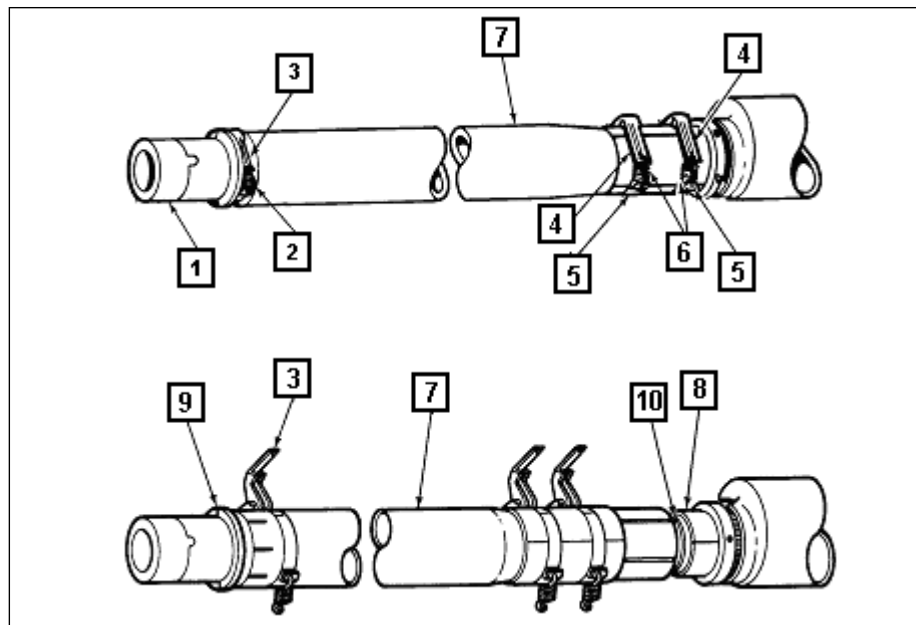

Fig 4-38. Camisa térmica modelo moderno
b. Modelo moderno(Fig 4-38 a 4-39)
- (1) Remoção da camisa térmica.
- (b) Retirar a coifa do tubo (1).
- (c) Retirar a mola(2) da presilha, usando alicate.
- (d) Retirar a presilha (3), empurrando as alavancas para fora do tubo.
- (e) Remover as 2(duas) molas das alavancas(4) das 2(duas) presilhas(5).
- (g) Desapertar as 2(duas) porcas(6) das presilhas até que possam deslizar sobre a camisa (7).
- (i) Deslizar a camisa(7) para fora do tubo, até que o movimento permita remover as 2 (duas) metades dos anéis(9).
- (2) Retirada do eliminador de alma. (Fig 4-38 e 4-39)
- (a) Retirar o parafuso(11) e arruela(12) da chaveta de retenção(13). Retirar a chaveta.
- (b) Girar o anel de retenção da câmara(14) no sentido horário, com uma chave ajustável, e retirá-lo.
- (d) Posicionar um bloco de madeira na retaguarda do eliminador de alma (15) e martelar, levemente, com um macete, para evitar folgas.
- (3) Instalação do eliminador de alma.